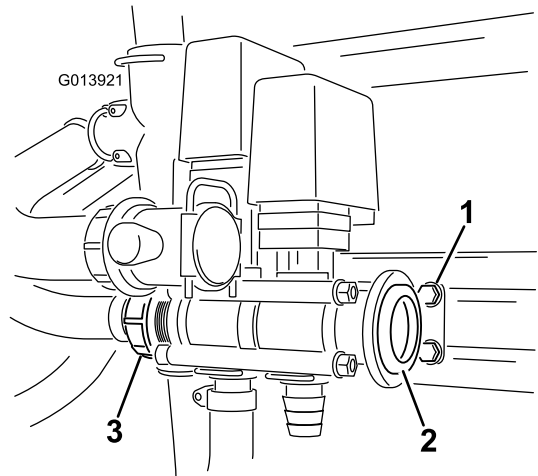

図 7
16. Oリングシールがきれいにはまるように、ボルトを十文字パターンですこしずつ締め付ける (液もれをおこさないように)。バルブ同士を組み合わせる時にブラケットで調整できるようになっていることを確認する (図 7)。最大トルク ; 24~30 ft-lbs (271~339 Nm=0.28~0.35 kgm)
19. アダプタにガスケットを入れ、ゆるめてあったワームクランプをアダプタのボディに取り付ける (図 7)。